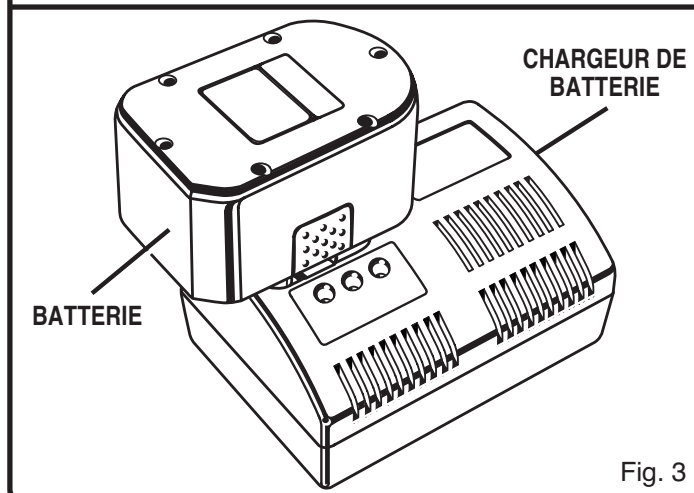

Fig. 3
- Mettez la batterie dans le chargeur. Voir figure 3. Alignez la nervure de la batterie avec la rainure dans le chargeur.